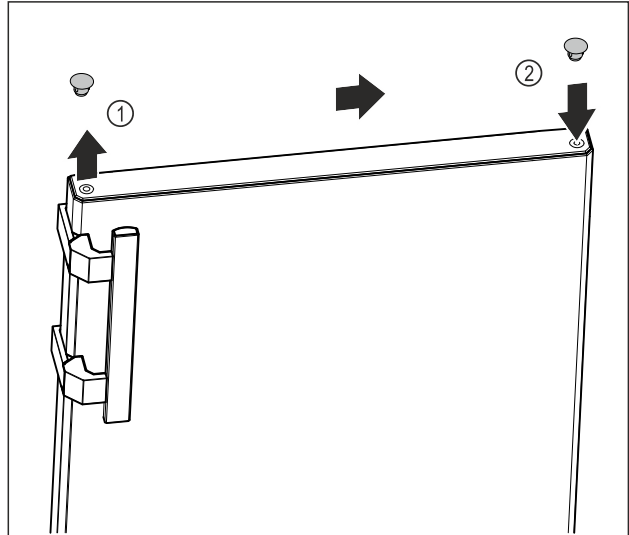

Fig. 17
- ▶ Viršutinės durų pusės dengiamąjį kamštį Fig. 17 (1) atsargiai pakelkite išdrožiniu atsuktuvu.
- ▶ Įstatykite dengiamąjį kamštį priešingoje pusėje. Fig. 17 (2)